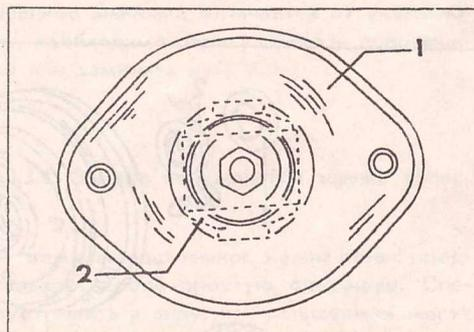

Рис. 221. Перед затяжкой гайки штока амортизатора установить верхнюю опору стойки так, как показано на рисунке. 1 опора амортизаторной стойки 2 нижняя втулка
- Полностью выдвинуть шток амортизатора и установить на него буфер хода сжатия (9), защитный кожух вместе с колпаком (8 и 10), проставку (5), верхнюю втулку (7), пружинную чашку (6), верхнюю опору (4), верхнюю втулку (3) и шайбу. Опора стойки должна располагаться так, как показано на рис. 221, т. е. она должна быть определенным образом сориентирована по отношению к подвеске. Гайку штока амортизатора затянуть в этом положении моментом 20–25 Нм. При этом необходимо удерживать от вращения шток, как показано на рис. 218.